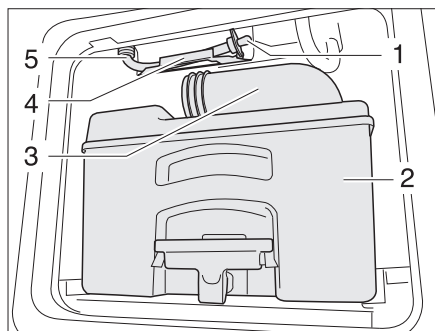

Fig. 290 Tubo de desagüe del depósito de agua del inodoro
- Vaciar el cassette (Fig. 290,2) en una estación de evacuación autorizada para ello y limpiarlo.
- Dejar el tubo de vaciado (Fig. 290,3) abierto.
- Sacar el tubo de desagüe (Fig. 290,5) de la sujeción (Fig. 290,4).
- Sacar el tapón de desagüe (Fig. 290,1) y dejar que salga el agua residual.